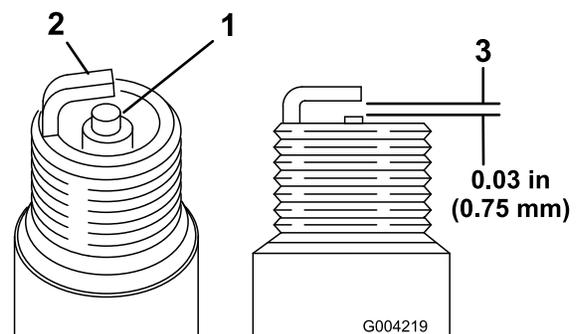

Figura 25
1. Mire la parte central de ambas bujías (Figura 25). Si se observa un color gris o marrón claro en el aislante, el motor está funcionando correctamente. Si el aislante aparece de color negro, significa que el limpiador de aire está sucio.
2. Compruebe la separación entre los electrodos central y lateral (Figura 25).
3. Si la distancia no es correcta, doble el electrodo lateral (Figura 25).